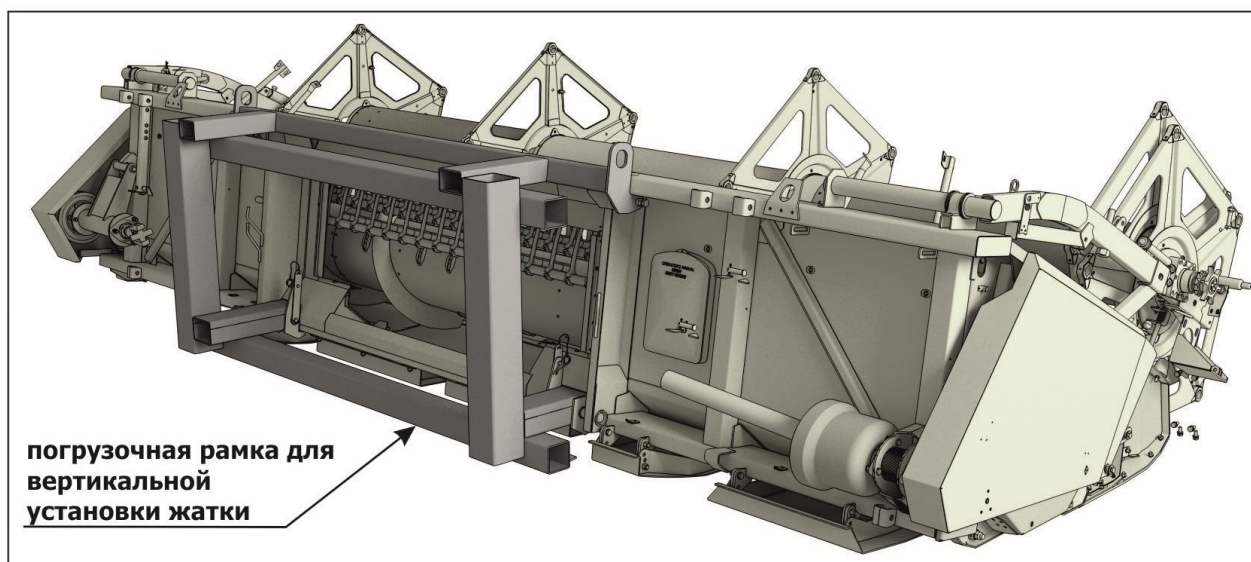

Рисунок 8.10
8.4.1 Для компактной перевозки жаток применяется погрузочная рамка ЖСУ-701.33.11.210А (из комплекта ЖСУ-701.33.11.200 (см. рисунок 8.10).